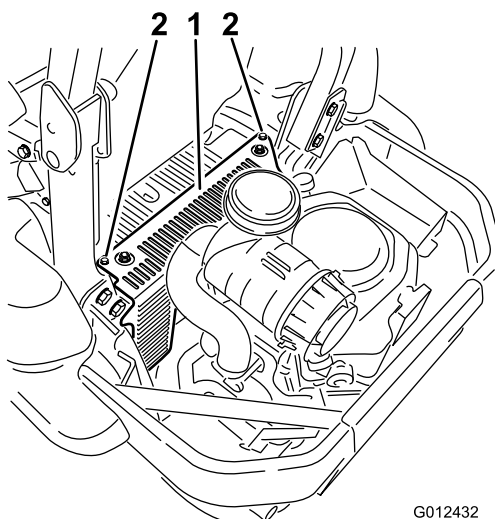

Figura 53
3. Rimuovete la copertura dell'unità idraulica e i relativi 2 bulloni (Figura 53). Questa operazione vi garantisce accesso alla candela anteriore.
5. Installate la copertura sinistra dell'unità idraulica (Figura 53).